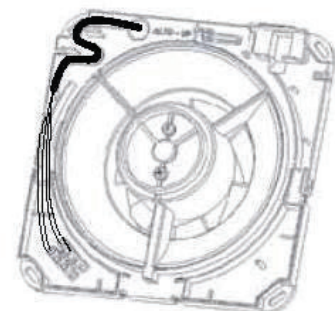

Figura 11
4. Așezați cablul de alimentare în locul corespunzător (Figura 11).